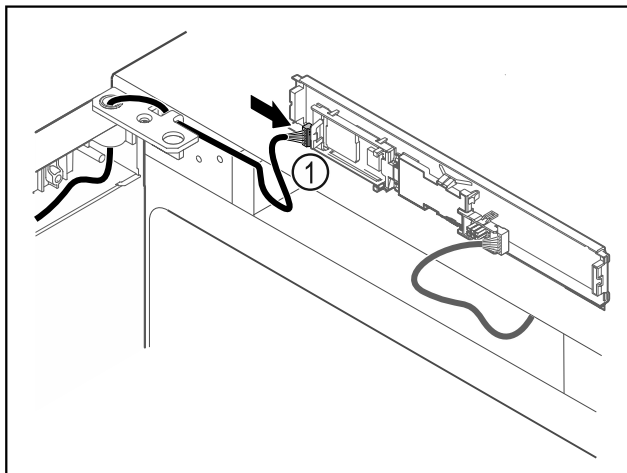

Fig. 59
- ▶ Stekker Fig. 59 (1) in printplaat steken.